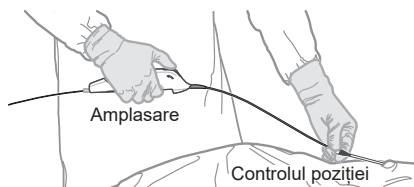

Figura 2. Plasarea mâinii pentru amplasarea stentului
7. În timp ce țineți dispozitivul cu o mână, cu cealaltă mână susțineți ușor și poziționați teacă izolatoare la valvă hemostatică (a se vedea Figura 2). Nu comprimați teacă retractabilă în timpul amplasării.